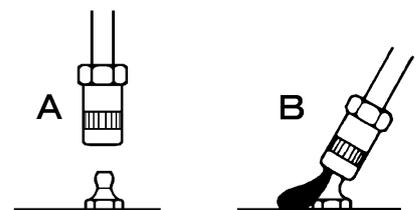

Fig.6
- 4) 給脂しようとするグリースニップルとノズルの先端をきれいに拭いてから、ノズル先端をグリースニップルに真っ直ぐに押当て、チャッキングしてください。（Fig.6 の A）
- 6) 給脂が終了し、ノズルをニップルから外す場合は、ノズルを斜めに傾けて内圧を抜いてから外してください。（Fig.6 の B）このとき、若干のグリースが出てきます。